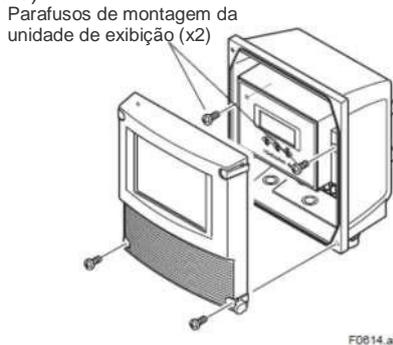

Figura 6.3.5 Remoção dos Parafusos de Montagem da Unidade de Exibição
- (1) Solte os dois parafusos de montagem da unidade de exibição enquanto o apoia com a mão (Vide Figura 6.3.5).